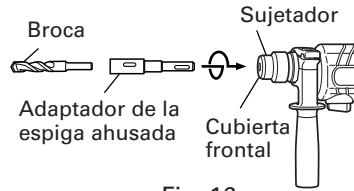

Fig. 16
- (1) Montar el adaptador de la espiga ahusada en el martillo perforador. (Fig. 16)
- (2) Montar la broca (espiga ahusada) en el adaptador de la espiga ahusada. (Fig. 16)
- (3) Poner el interruptor en la posición de encendido (ON), y taladrar un agujero de la profundidad especificada.